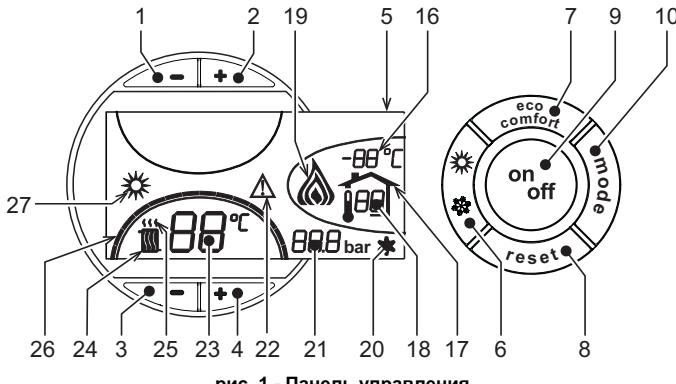
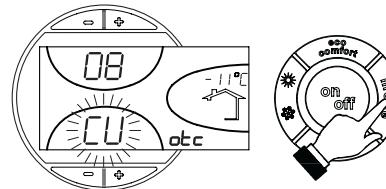
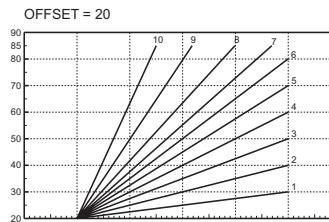

рис. 1 - Панель управления
рис. 9 - Кривая погодозависимого регулирования
рис. 12 - Пример параллельного смещения кривых погодозависимого регулирования
Нажмите клавишу on/off (поз. 9 - рис. 1) в течение 1 секунды.
Для повторного включения котла снова нажмите клавишу on/off (поз. 9 рис. 1) в течение 1 секунды.
- Нажмите кнопку ВКЛ/ВЫКЛ (9 - рис. 1)
Нажмите клавишу **Лето/Зима** (поз. 6 - рис. 1) на 1 секунду.
На дисплее высвечивается символ "Лето" (поз. 27 - рис. 1). При этом котел будет вырабатывать только воду для ГВС. Остается активной система защиты от замерзания.
Для выключения режима "Лето" вновь нажмите клавишу **Лето/Зима** (Поз. 6 - рис. 1) на 1 секунду.
Температура в системе отопления регулируется в пределах от 30 °C до 80 °C с помощью клавиш (поз. 3 и 4 - рис. 1); однако, не рекомендуется эксплуатировать котел при температуре ниже 45 °C.
Температура в системе ГВС регулируется в пределах от 10°C до 65°C с помощью клавиш (поз. 1 и 2 - рис. 1).
При наличии датчика температуры наружного воздуха (опция) на дисплее панели управления (поз. 5 - рис. 1) отображается измеряемая этим датчиком температура. При этом система управления котлом работает в режиме "Плавающая температура". В этом режиме температура воды, подаваемой в систему отопления, регулируется в зависимости от климатических условий внешней среды с тем, чтобы обеспечить максимальный комфорт и экономию энергетических ресурсов в течение всего года. Так, при повышении внешней температуры понижается температура подачи воды в систему отопления, что производится по определенной "кривой погодозависимого регулирования".
С переключением на режим "Плавающей температуры" показатель температуры, устанавливаемый клавишами (дет. 3 и 4 - рис. 1) соответствует максимальной температуре подачи воды в систему отопления. Рекомендуется задавать максимальное значение температуры с тем, чтобы позволить системе регулировать ее по всему рабочему диапазону.
При однократном нажатии клавиши **Режим** (поз. 10 - рис. 1) на дисплее высвечивается текущая кривая погодозависимого регулирования (рис. 9), которую можно изменить с помощью клавиш задания температуры воды ГВС (поз. 1 и 2 - рис. 1).
При нажатии клавиш регулировки температуры отопления (поз. 3 и 4 - рис. 1) получается доступ к функции параллельного изменения кривых (рис. 12), выполняемого с помощью клавиш регулировки температуры в контуре ГВС (поз. 1 и 2 - рис. 1).
При повторном нажатии клавиши **Режим** (поз. 10 - рис. 1) осуществляется выход из режима регулировки параллельных кривых.
Если к котлу подключено устройство дистанционного управления с таймером (опция), вышеописанные регулировки производятся в соответствии с указаниями, приведенными в таблице 1. При этом на дисплее пульта управления (поз. 5 - рис. 1) высвечивается температура в помещении, измеряемая устройством дистанционного управления.
Выбор режимов ECO/COMFORT	При выключении режима ГВС с пульта ДУ котел переходит в режим "Эко-норма". В этих условиях клавиша 7рис. 1 - на панели котла отключена. При включении режима ГВС с устройством ДУ с таймером котел устанавливается в режим Comfort. В этих условиях с помощью клавиши 7рис. 1 - на панели управления котла можно выбрать любой из этих двух режимов.